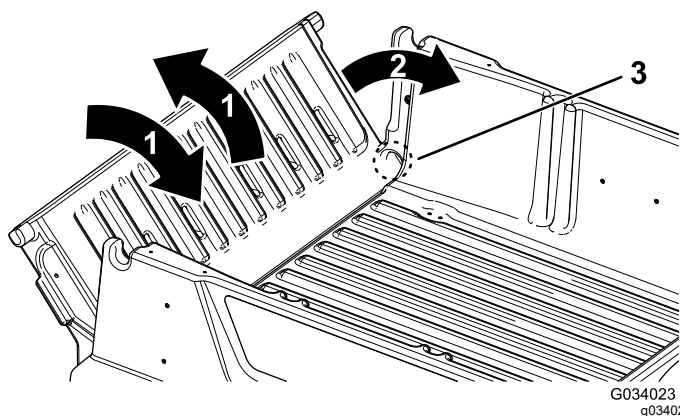

図 14
2. テールゲートを 45° 程度の角度にする 図 14。
3. この位置から、テールゲートを小刻みに前後に振るように数回往復させる 図 14。